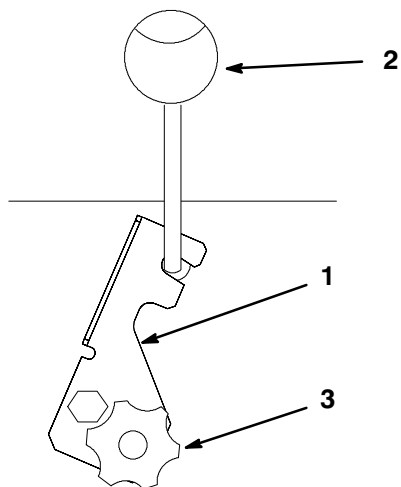

Bild 12
2. Lösen Sie die Feststellschraube am Riegelbügel. Bewegen Sie den Bügel nach hinten und ziehen die Feststellschraube fest (Bild 12).